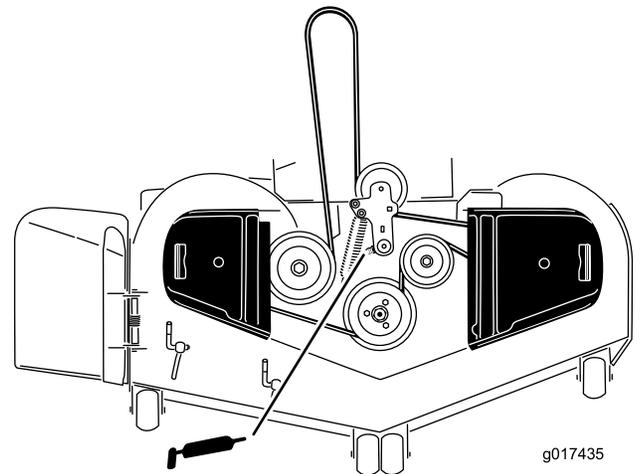

Figure 33
3. Graissez le pivot de la poulie de tension du tablier de coupe jusqu'à ce que la graisse ressorte par le bas (Figure 33).